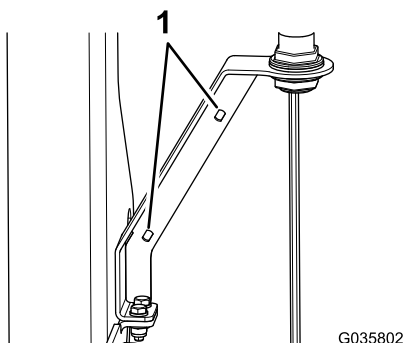

Figura 8
9. Inserite una fascetta per cavi attraverso ciascuno dei 2 fori nella staffa della lampada di segnalazione (Figura 8) e fissate il cavo.